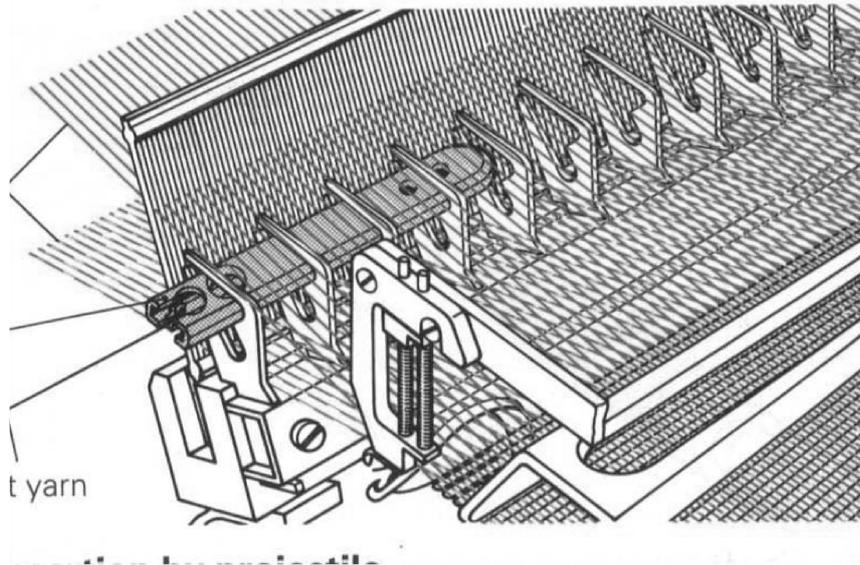

图 5-3 片梭引纬示意图
3、片梭(gripper)引纬是以带有梭夹的片梭作为引纬器握持纬丝，在击梭作用下，片梭在梭口内导梭片方向控制下飞越梭口，将纬丝引入梭口，使经纬交织成织物，如图 5-3 所示。